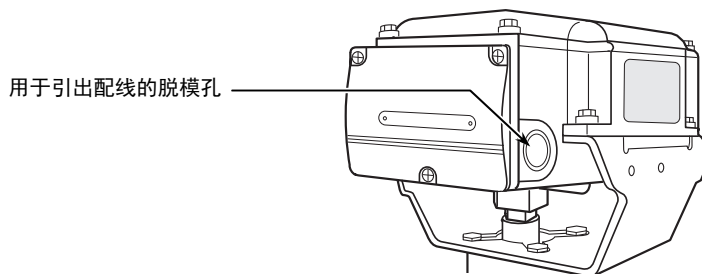

图8 脱模孔
- (1) 在左右各有一个用于引出配线的脱模孔。请根据配线方向来决定相应的脱模孔，并将其打通。使用螺丝刀轻轻敲击，便可将脱模孔打通。(参照图8)